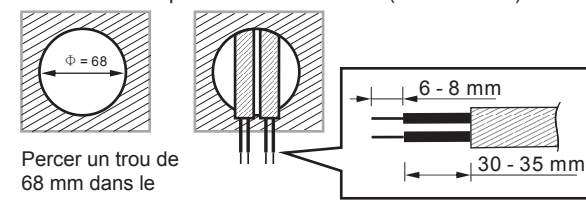

FIG. 10
3.3.2.1 Pour installer un capteur, percer un trou de 68 mm de diamètre dans le plafond et garder le câble d'alimentation à l'extérieur. Dénuder 6 à 8 mm d'isolant pour le raccordement (voir FIG. 10).